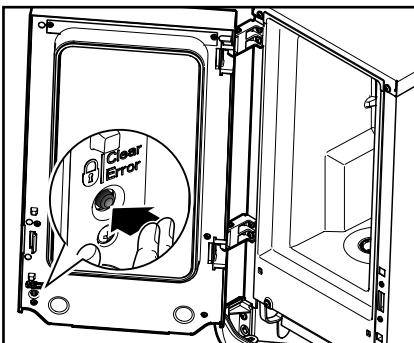

Рис. 22
2. Нажать на кнопку БЛОКИРОВКА/ Сброс ошибки, чтобы заблокировать отпуск напитков. (Рис. 22)
3. Для разблокировки автомата повторно нажать на кнопку БЛОКИРОВКА/ Сброс ошибки, после чего функция отпуска напитков снова включается. (Рис. 22)